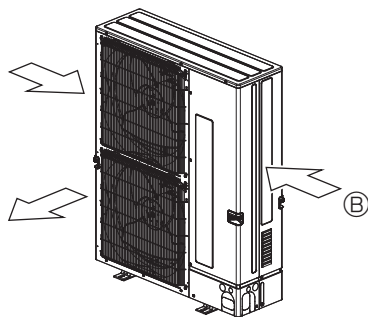

Fig. 2-6
③ Coloque la unidad de manera que la salida de aire sopla en dirección perpendicular a la dirección estacional del viento, si la conoce. (Fig. 2-6)